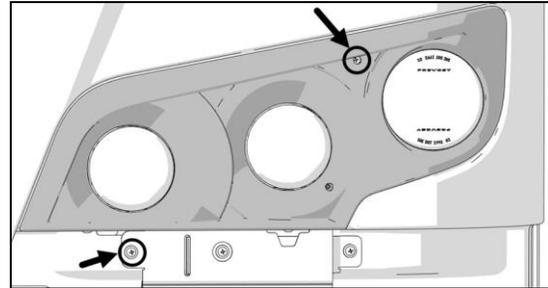

FIGURE 77: VIS DE FIXATION DU MODULE D'ÉCLAIRAGE
2. Retirer les deux vis (FIGURE 77) fixant le module et faire pivoter le module d'éclairage ensemble vers le bas.
1. Retirer les deux vis (FIGURE 77) fixant le module et faire pivoter le module d'éclairage ensemble vers le bas.
1. Retirer les deux vis de fixation (FIGURE 77) et pivoter l'ensemble d'éclairage vers le bas.